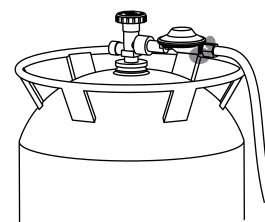

Figure 9
- Regulator și furtun (vezi Figure 9)